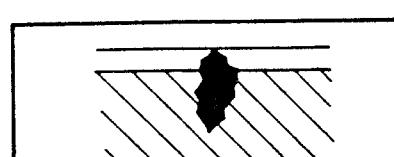

Fig.4
- Можно видеть, как диффузионная жидкость засасывается из трещины проявителем, действующим как промокательная бумажка. /рис. 4/.